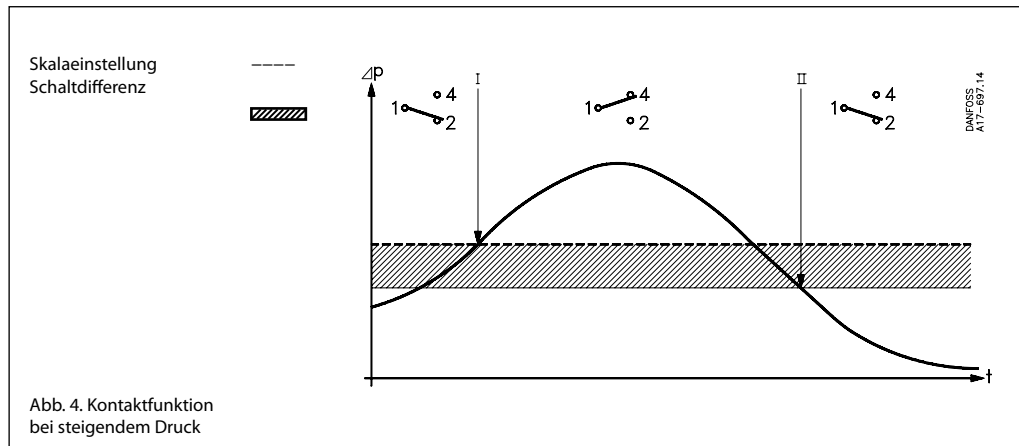

Abb. 4. Kontaktfunktion bei steigendem Druck
*a. RT 19, RT 30 und Druckschalter mit max. Reset* Die Kontakte 1-4 schließen und 1-2 öffnen, wenn der Druck den eingestellten Bereichswert überschreitet. Die Kontakte wechseln in die Ausgangslage zurück, wenn der Druck auf den Bereichswert minus der Differenz abfällt (siehe Abb. 4).